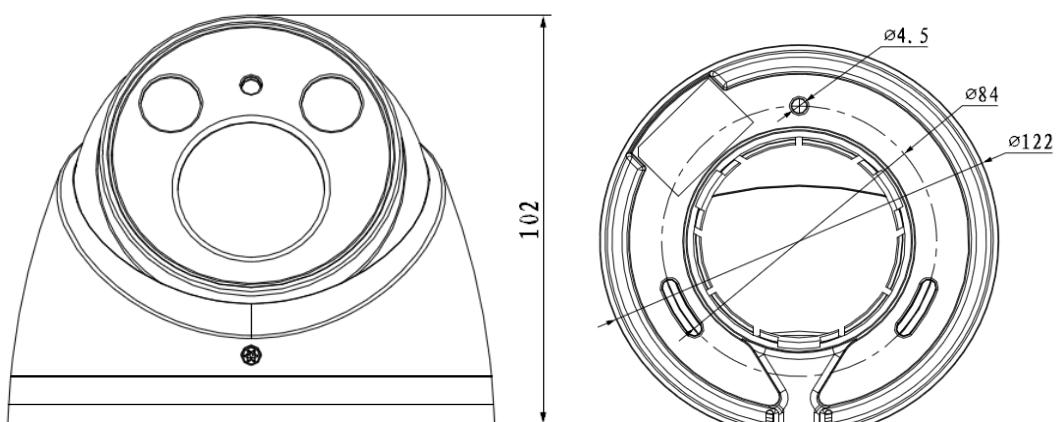

Рисунок 2
3.2 Выберите место крепления камеры с учетом габаритных размеров (рис.2) и удобства работы с монтажным инструментом.